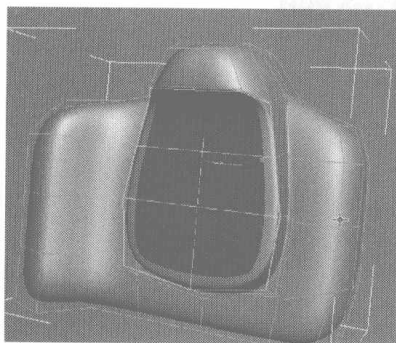
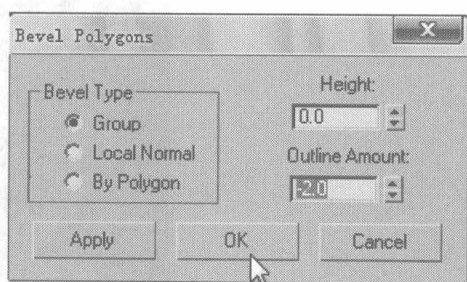

图 6.39
图 6.40
- 27** 利用挤压、调整的制作方法，继续调整，制作出如图 6.39 所示的平面效果，在 Edit Polygons 卷展栏中单击 **Bevel** 右侧的小按钮，在弹出的对话框中设置倒角参数，如图 6.40 所示。